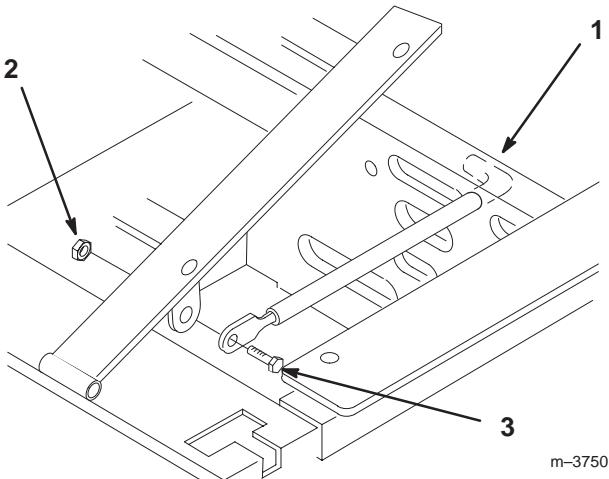

Figure 3
- Basculez le siège en avant. Enlevez le contre-écrou (5/16") qui est vissé sur le boulon fixant la tige sur l'armature du siège (Fig. 3).
- Retirez la tige du siège et insérez l'extrémité en L dans le trou situé juste au-dessus du côté gauche de la pompe hydraulique (Fig. 3).
- Placez la tige à l'extérieur de la patte de montage de l'armature du siège et fixez-la en place à l'aide d'un boulon (5/16 x 1") et d'un contre-écrou (5/16") (Fig. 3).